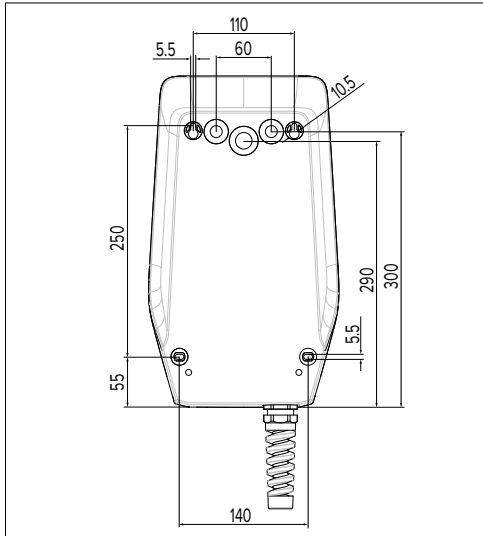

Fig. 6: Dimensiones de los taladros [mm]
En caso de un montaje mural, la posición de la línea de alimentación debe preverse mediante la plantilla de taladrado suministrada o la figura "Fig. 6: Dimensiones de los taladros [mm]". Las entradas de cables están dispuestas en la parte posterior, la parte inferior y la parte superior.
- ▶ Marque los puntos de taladrado utilizando la plantilla de taladrado suministrada o la figura "Fig. 6: Dimensiones de los taladros [mm]". Al hacerlo, procure una alineación horizontal.